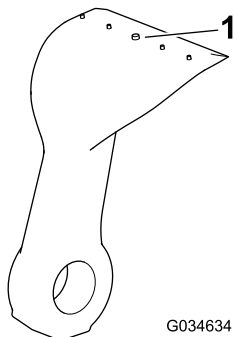

Figure 78
5. Vérifiez qu'aucune lame n'est excessivement usée en vous aidant de la ligne d'usure (Figure 78). Remplacez les lames qui sont usées jusqu'à la ligne d'usure.